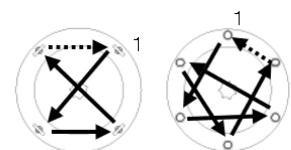

図 11-10
- ⑦ Oリングに亀裂やキズが無い、又締付フランジ面にキズや異物が無い確認してください。
- ⑧ フタを閉め、ナットを均等に締め付けます。(図 11-10)